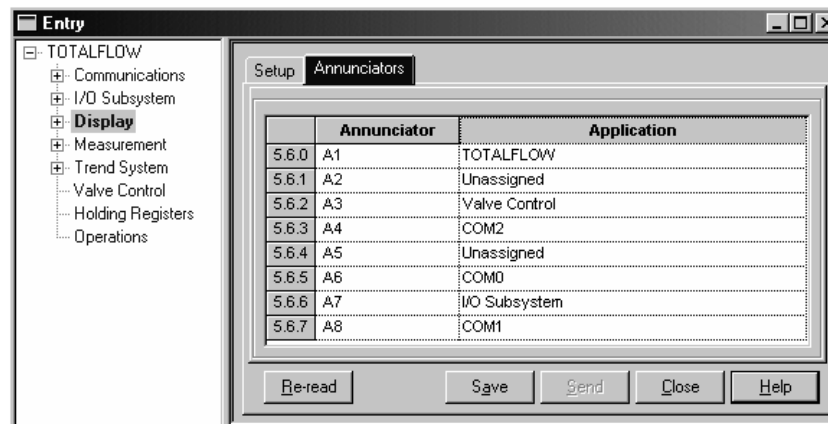

Рис. 9 (Варианты назначений извещателей)
**Примечание.** Любому извещателю в устройствах серии X может быть назначен вариант применения. Чтобы ознакомиться с текущими назначениями, обратитесь к вкладке "Annunciators" (Извещатели) в меню "Display" (Отображение) в режиме "Entry Mode" программы PCCU32. (См. рис. 9).